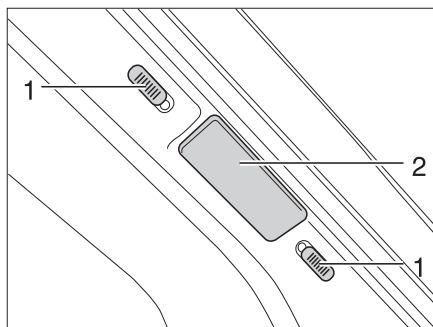
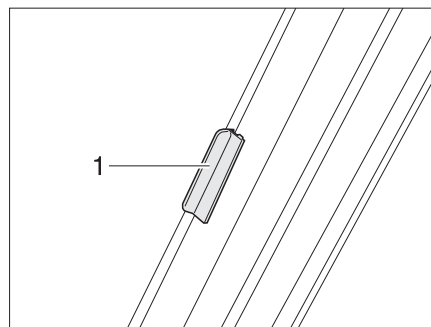

Fig. 29 Bloqueo estor plegable luna delantera
Fig. 30 Bloqueo estor plegable luna delantera (modelo I)
- Empujar ambas mitades del estor plegable para la luna delantera en el tirador (Fig. 29,2 y Fig. 30,1) hacia afuera, hasta el tope.
- Empujar los botones de bloqueo (Fig. 29,1) hacia abajo o hacia arriba. Cuando se vea el punto rojo, estará abierto el bloqueo.